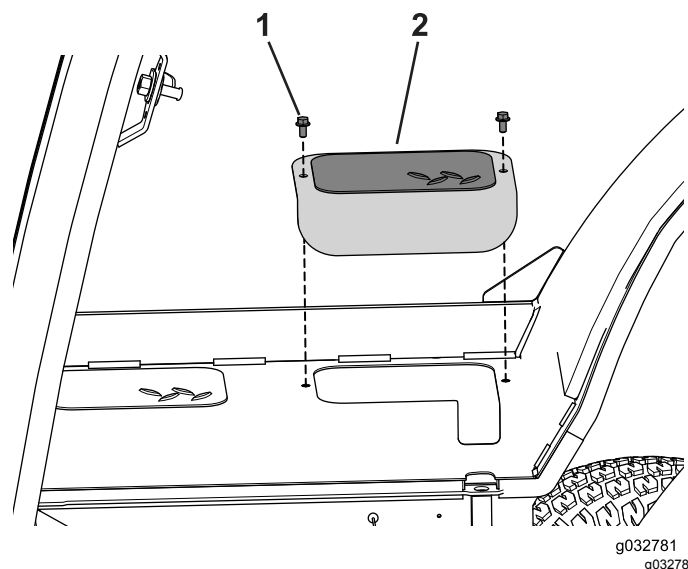

Figura 66
1. Retire los 2 pernos que fijan las tapas de acceso en cada lado de la máquina, y apártelas (Figura 66).
- Retire la barra de elevación e instale la tapa de acceso que apartó anteriormente (Figura 66).